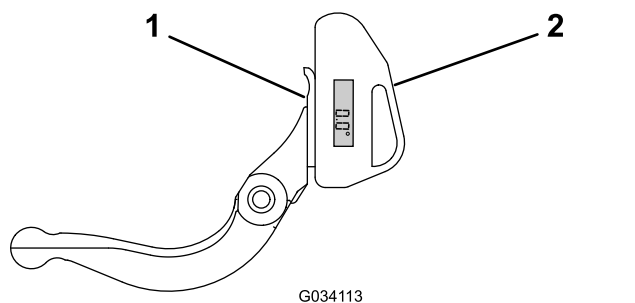

Figura 28
1. Amplasai indicatorul de unghi în partea inferioară a contracuitului, conform indicațiilor din Figura 28.